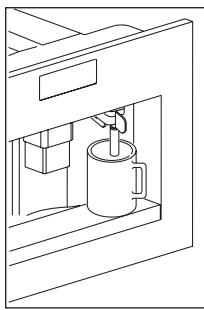

Fig. 12
- Coloque um recipiente por baixo bico de água (Fig. 12).